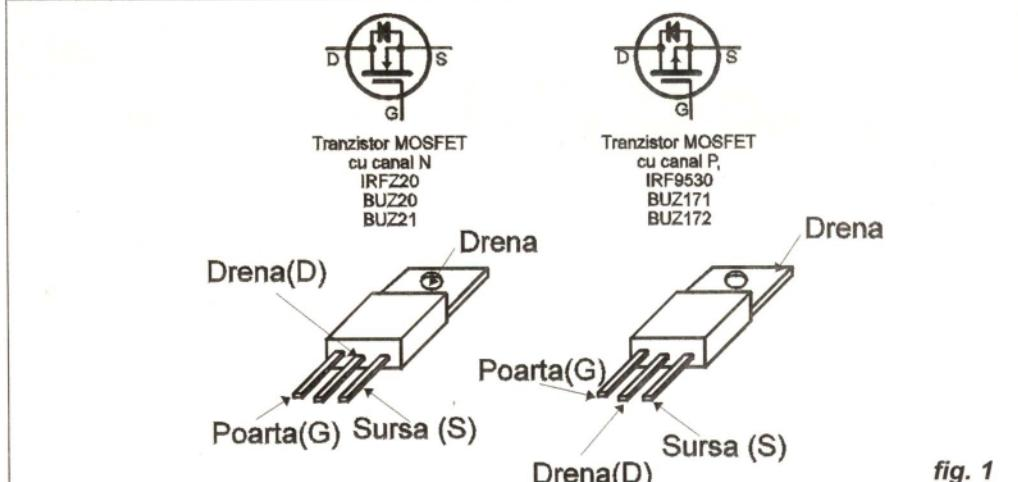

fig. 1
2. Dioda, intrinsec formată, (fig. 1) între drena și sursa tranzistorului MOS, polarizată invers în funcționare normală, protejează tranzistorul (întrând în conductie) atunci când la ieșire apar supratensiuni mai mari decât tensiunea de intrare. Tranzistorul bipolar are nevoie de o componentă separată, o diodă, pentru a realiza acest lucru.